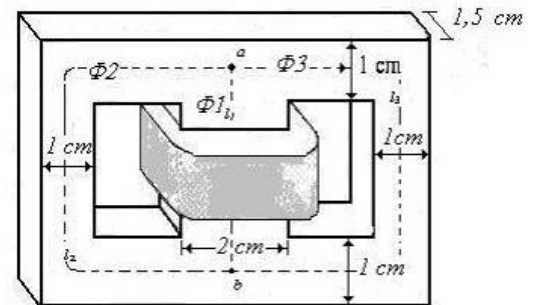

Fig. 5
5.-La Fig. 5 representa el circuito paralelo magnético de *acero colado* de un transformador trifásico y tiene una bobina de 500 vts. Las longitudes medias son $l_2 = l_3 = 10 \text{ cm}$, $l_1 = 4 \text{ cm}$. Halle la corriente en la bobina si $\phi_3 = 0,173 \text{ mWb}$.